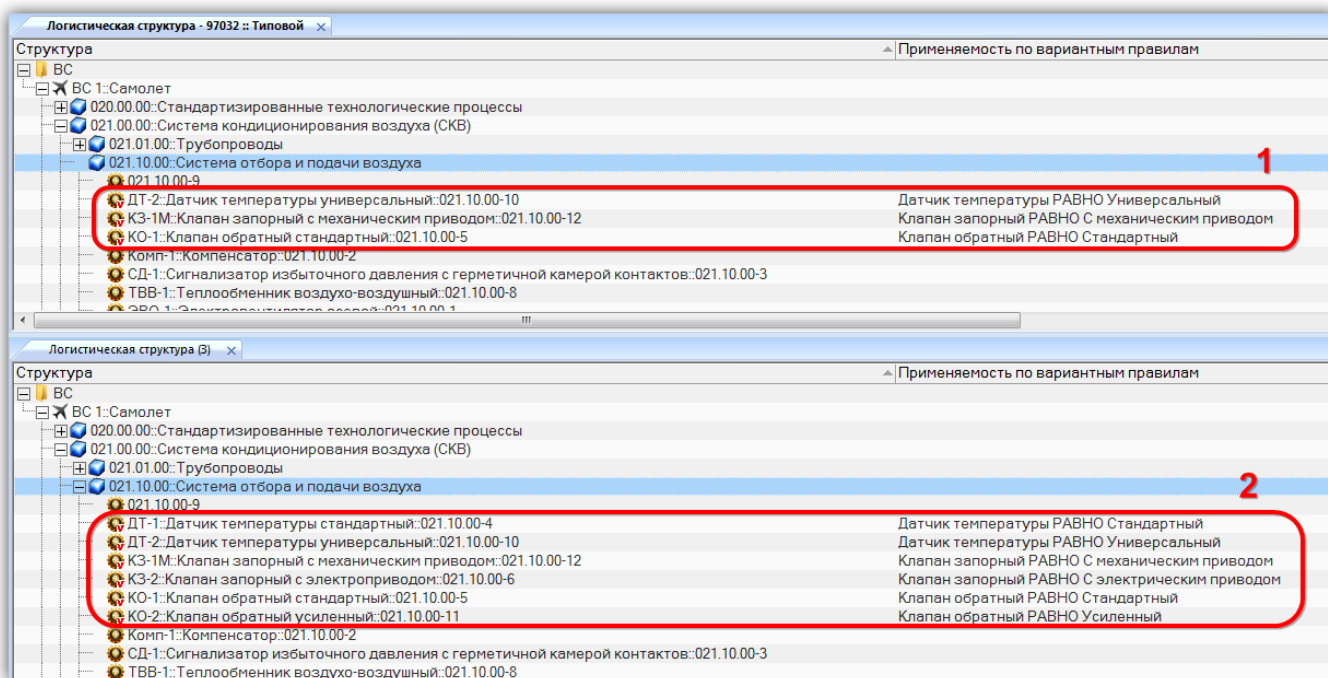

Рис. 10-228 – Пример конфигурированной (1) и неконфигурированной структуры (2)
2) Откроется окно «Выбор конфигурации» (рис. 10-228).